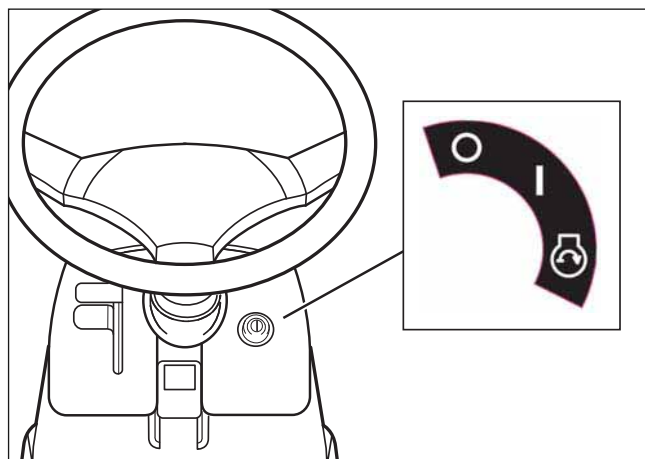

Abbildung 18
6. Den Zündschlüssel auf AUS schalten, um den Motor abzustellen (siehe **Abbildung 18**).
1. Den Zündschalter auf EIN schalten, um den Motor anzulassen (siehe **Abbildung 18**).
5. Den Zündschalter in die Stellung ANLASSEN bringen (siehe **Abbildung 18**).